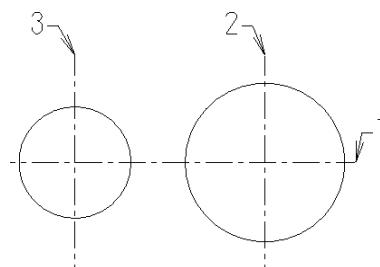

图 3-175 绘制圆
- 03 绘制圆。单击“基本绘图”工具栏中“已知圆心点画圆”按钮 C ，以中心线1、3的交点为圆心，26为直径画圆，单击“应用”按钮；以中心线1、2的交点为圆心，37为直径画圆，单击“确定”按钮 \checkmark ，如图3-175所示。